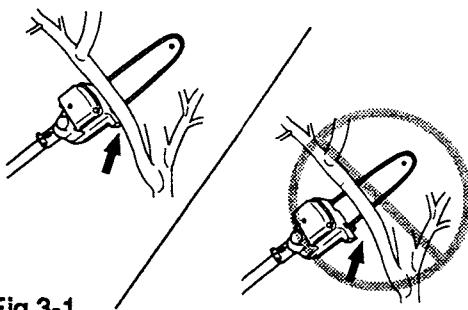

Fig. 3-1
- When ready to cut: Hold "front cutting guide" against branch. This will prevent whipping of the branch. DO NOT use back and forth sawing action. (Fig. 3-1)
- Lorsqu'on est prêt à couper: Tenir fermement la guide de coupure frontale contre la branche pour qu'elle ne puisse pas vous fouetter. NE PAS effectuer le coupure d'avant en arrière et d'arrière en avant à la façon du sciage. (Fig. 3-1)